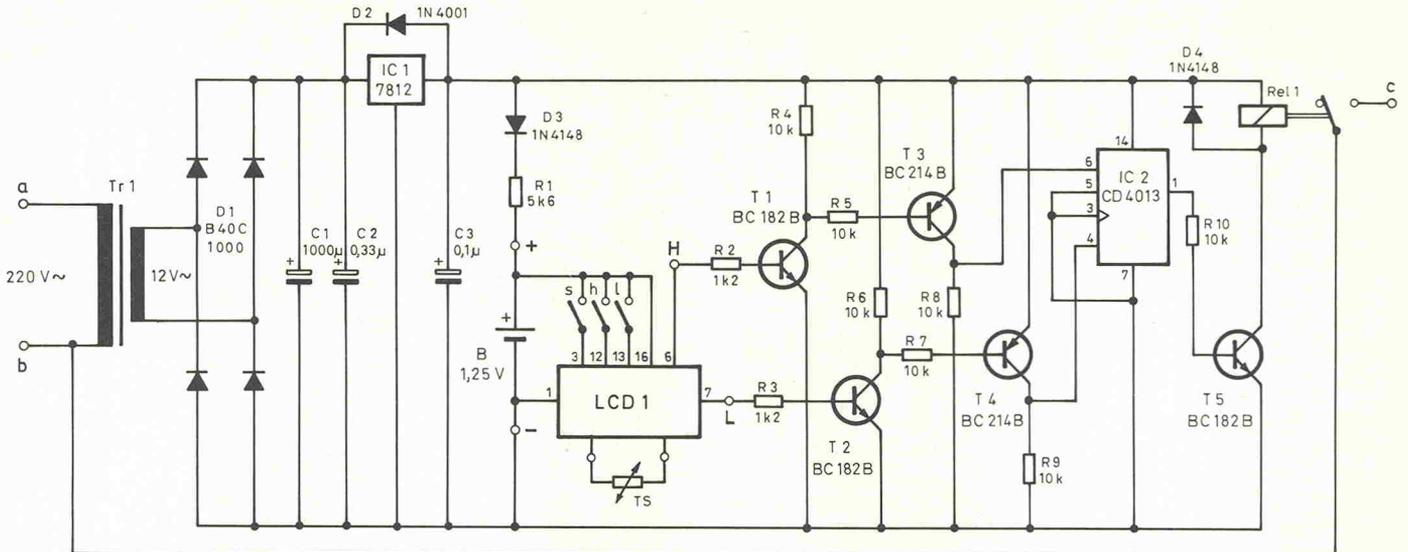

Bild 1. Die Stromaufnahme des Temperatur-Zeit-Moduls beträgt lediglich $3 \mu\text{A}$, so daß der Akku B auch längere Netzstrom-Ausfälle problemlos überbrückt.
In Bild 1 ist der komplette Schaltplan des Thermostaten dargestellt. Das Netzteil stellt eine stabilisierte Betriebsspannung in Höhe von 12 V bereit. Die Diode D2 schützt den Spannungsregler vor eventuell in der Schaltung entstehenden Spannungsspitzen. Eine Mignon-Akkuzelle (B) versorgt das Modul mit Betriebsstrom, wobei der Widerstand R1 die Höhe des Dauerladestroms für die NiCd-Zelle bestimmt. Die Diode D3 verhindert, daß der Akku bei einem Netzstromausfall vom hinteren Schaltungsteil